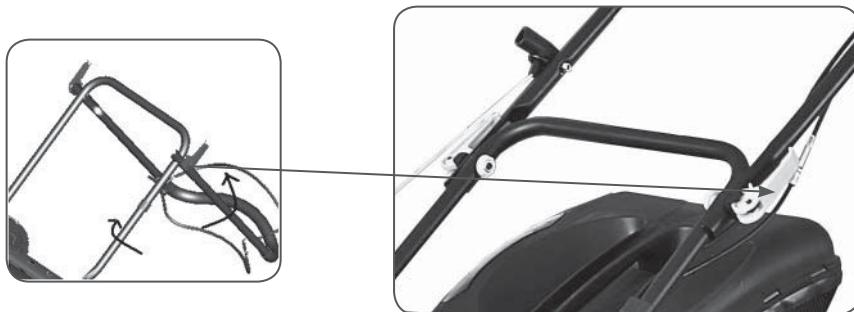

Рис.3
Установите рукоятку в рабочее положение и зафиксируйте ее специальными фиксаторами (A) (Рис.3). Проверьте установку тросов управления, они не должны быть пережаты. Установите травосборник.